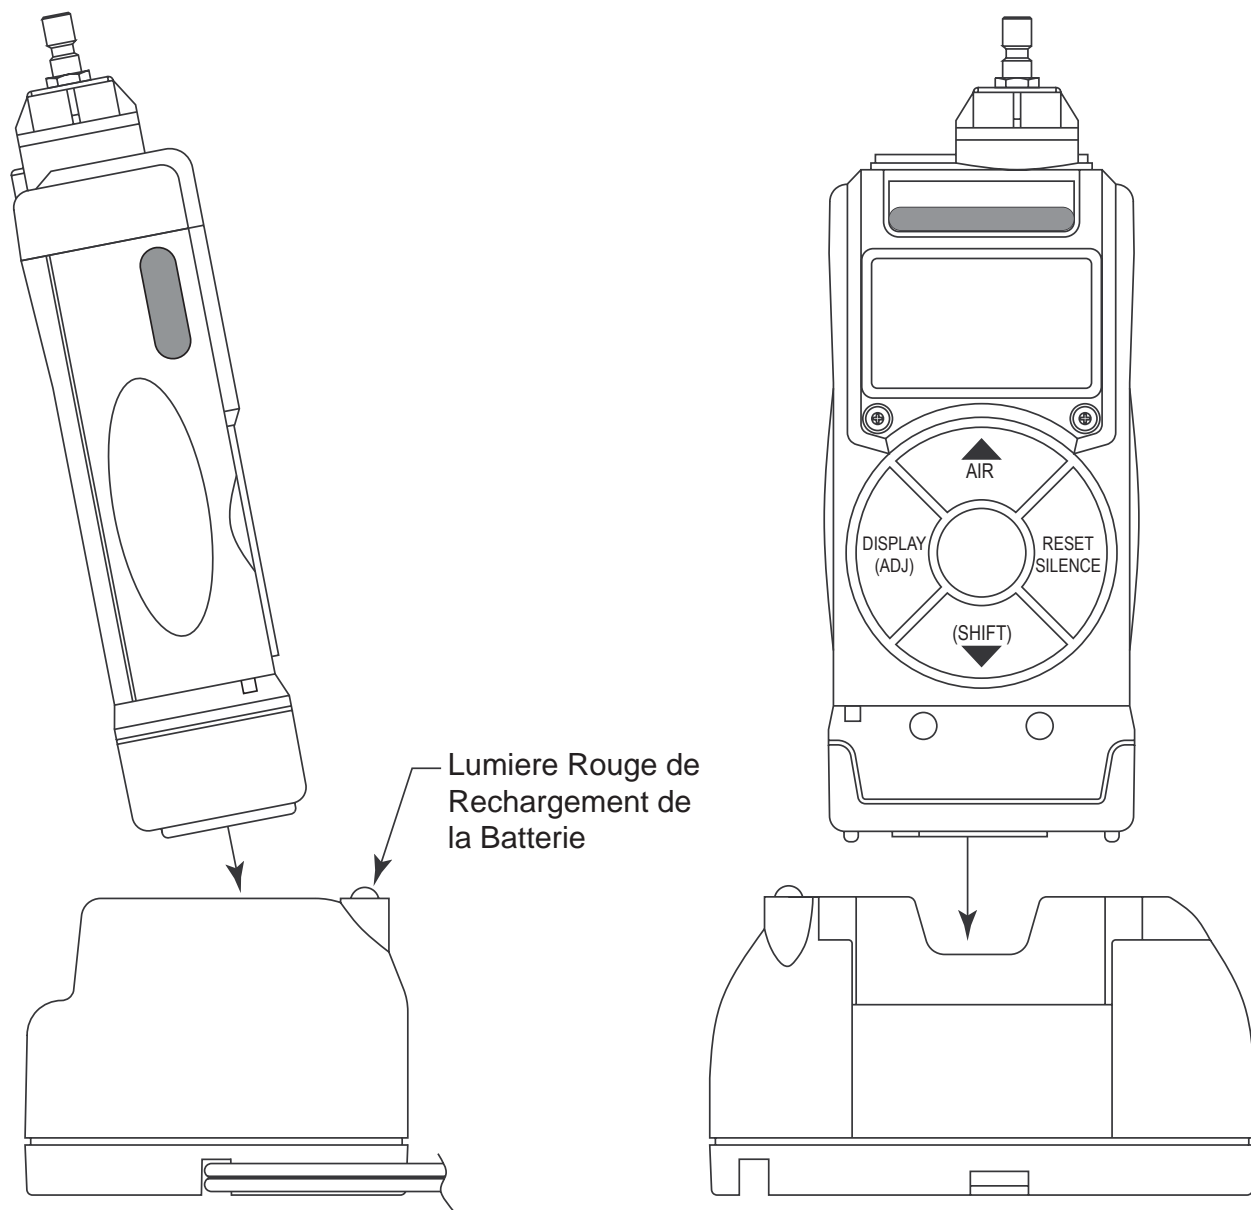

Figure 6: Mettre le GX-2003 sur la Station de Recharge
3. Placer le GX-2003 dans le chargeur tel qu'illustré dans la figure 6 ci-dessous de façon à ce que les contacts en métal sur le dessous de l'unité entrent en contact avec ceux du chargeur. Quand le contact nécessaire sera fait, la lumière rouge de chargement s'allumera.